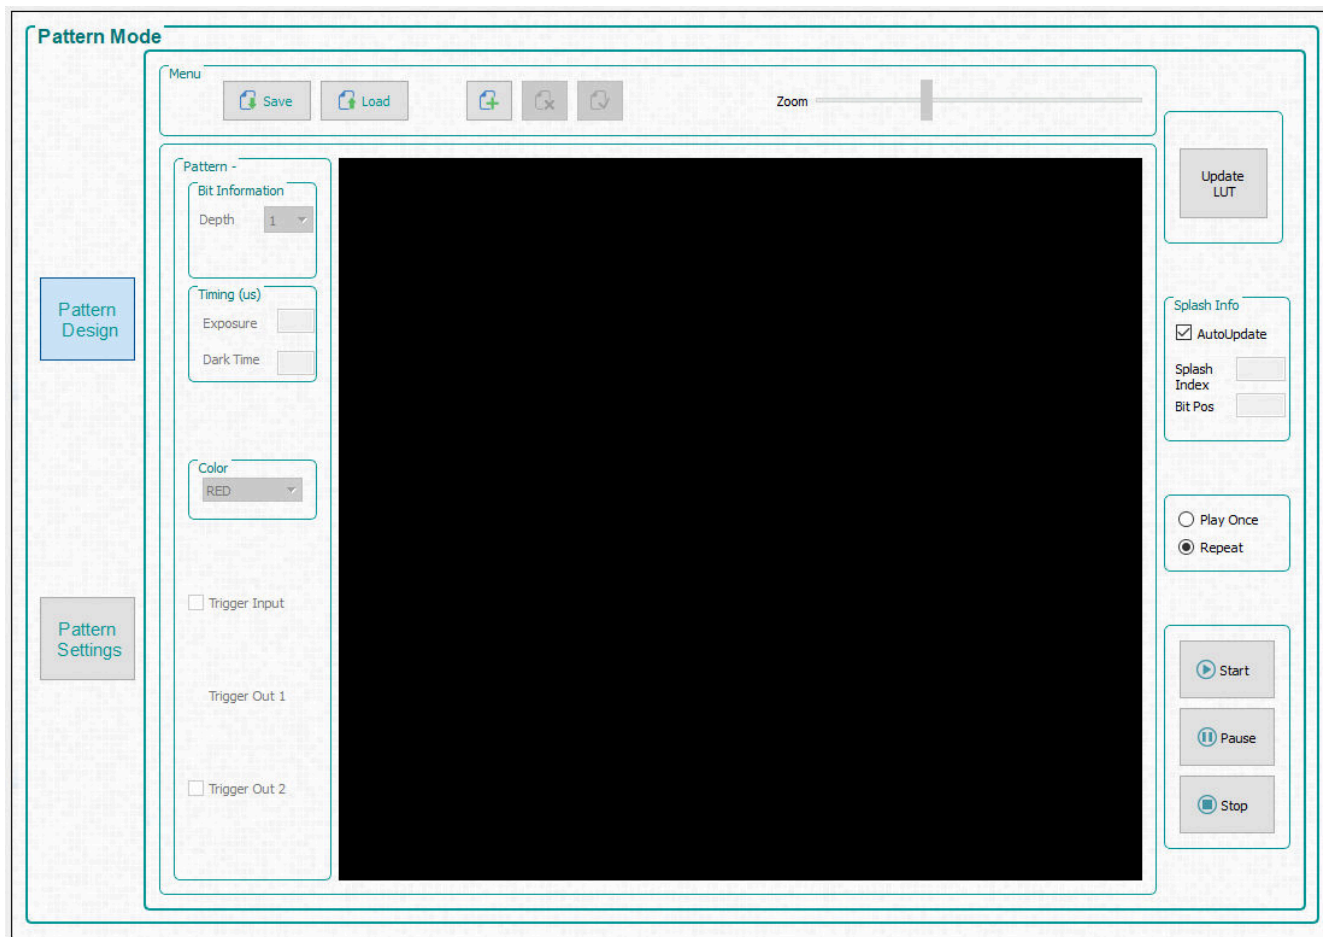

图 2-1. 图案模式面板
1. 从 *Operating Mode* 编组框中选择 *Pattern On-The-Fly Mode*，然后点击 *Pattern Design* 按钮，这时会如 图 2-1 所示显示面板。